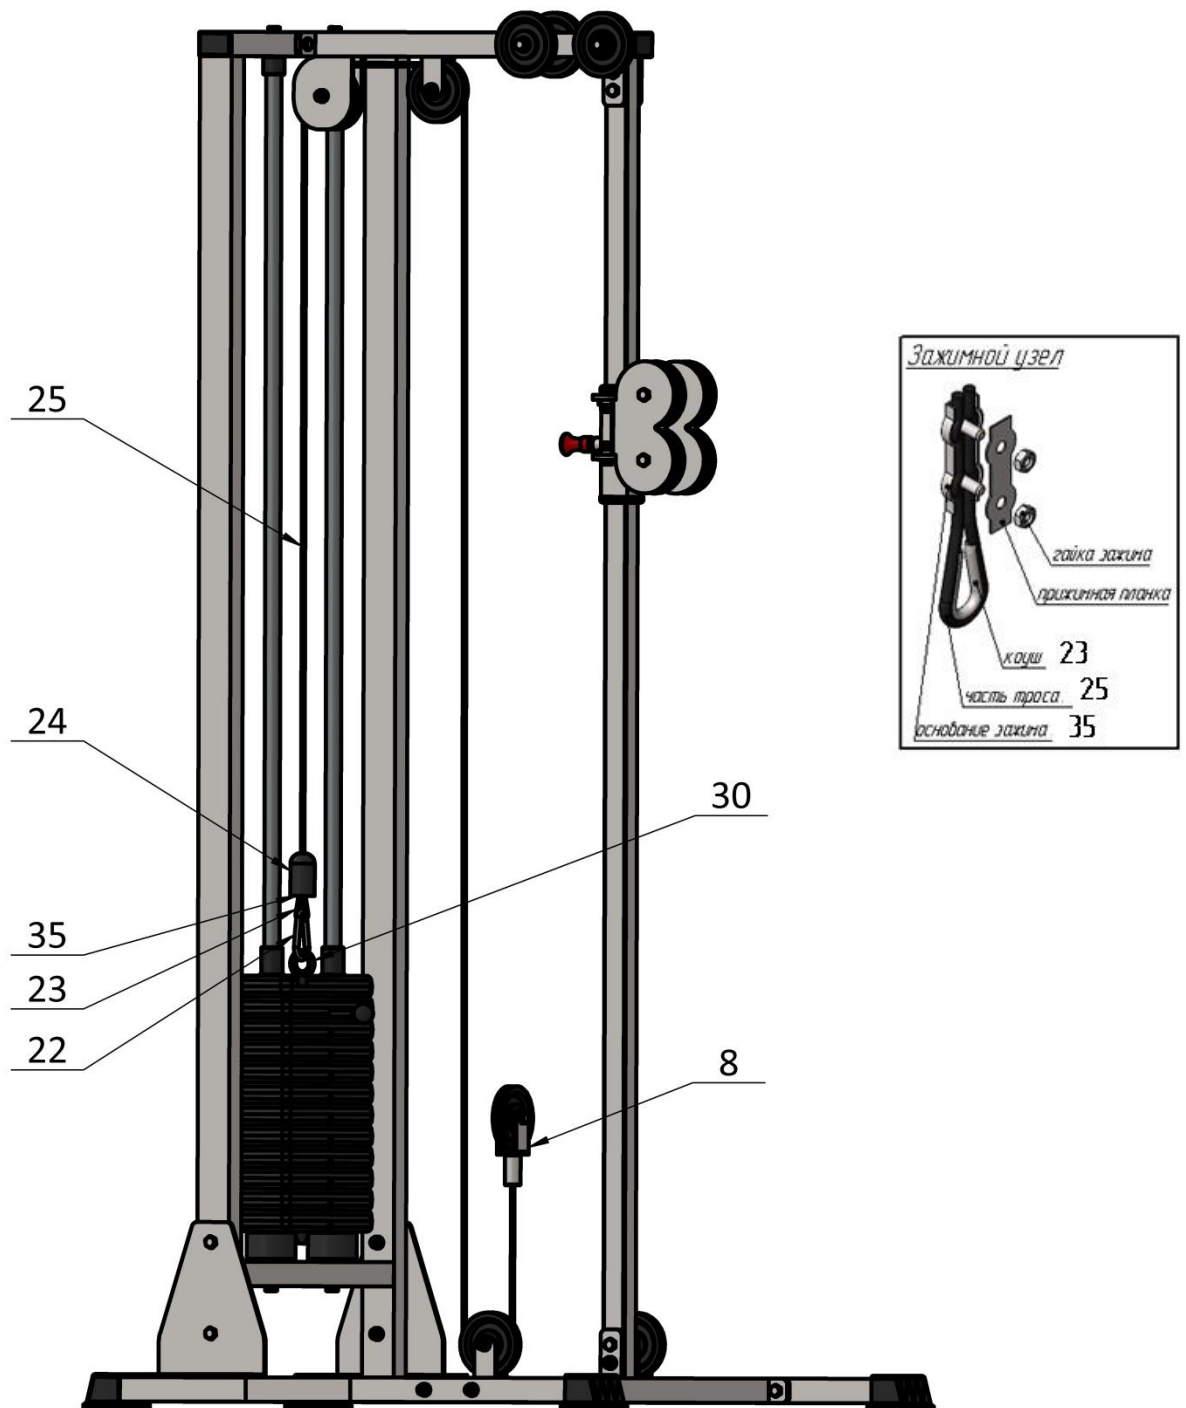

Рис. 5
5. Установите трос (26) согласно схеме:
а) свободный конец троса (25), проденьте в отверстие стопора троса (24); затем вложите трос в зажим Duplex (35), обогнув два болта с одной стороны; далее оберните трос вокруг коуша (23) и вернитесь в зажим (35), снова обогнув болты, но с другой стороны. Затяните как можно сильнее планку зажима (35). Зафиксированный конец троса в коуше (23) соедините карабином (22) с рым болтом (30). (Рис.5).
в) трос отрезается на необходимую длину и фиксируется в подвесном ролике (8). (Рис. 5).